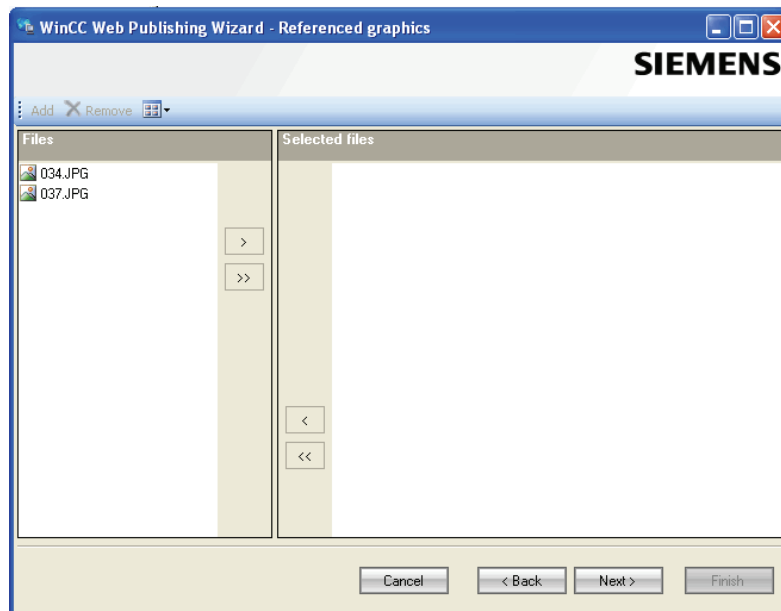

图 15-12 选择画面引用位图
5) 将要发布的引用图形移至“Selected Files”列表。如图 15-12 所示。